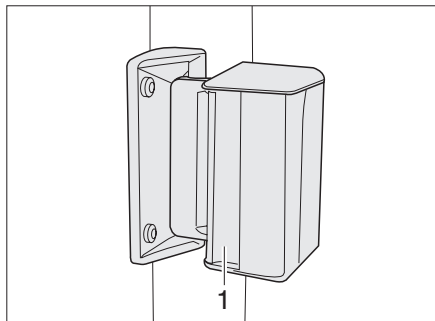

Fig. 17 Finestra scorrevole
- ▶ Premere la maniglia (Fig. 17,1) e spingerla o tirarla contemporaneamente in avanti o indietro.